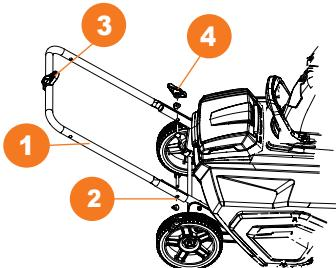

Рис. 2
- Установите среднюю рукоятку ① (Рис. 2). Совместите отверстия ② нижней и средней рукоятки, убедитесь, что фиксатор рукоятки ③ направления выброса расположен сверху. Установите в отверстия винты с шайбами и закрепите рукоятки барабашковыми гайками ④.